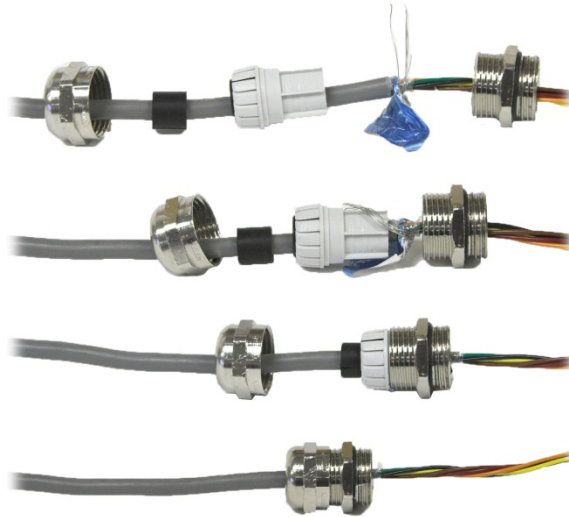

Abbildung 2-21: Erdung der Kabelabschirmung
5. Die Kabelabschirmung muss durch Verbindung mit dem Gehäuse des Terminals IND570 geerdet werden. Dazu legen Sie die Adern der Abschirmung wie in Abbildung 2-21 frei und schlagen Sie dann über den Kunststoffmantel der Kabelstopfbuchse zurück, bevor diese in das Gewinde eingedrückt wird.